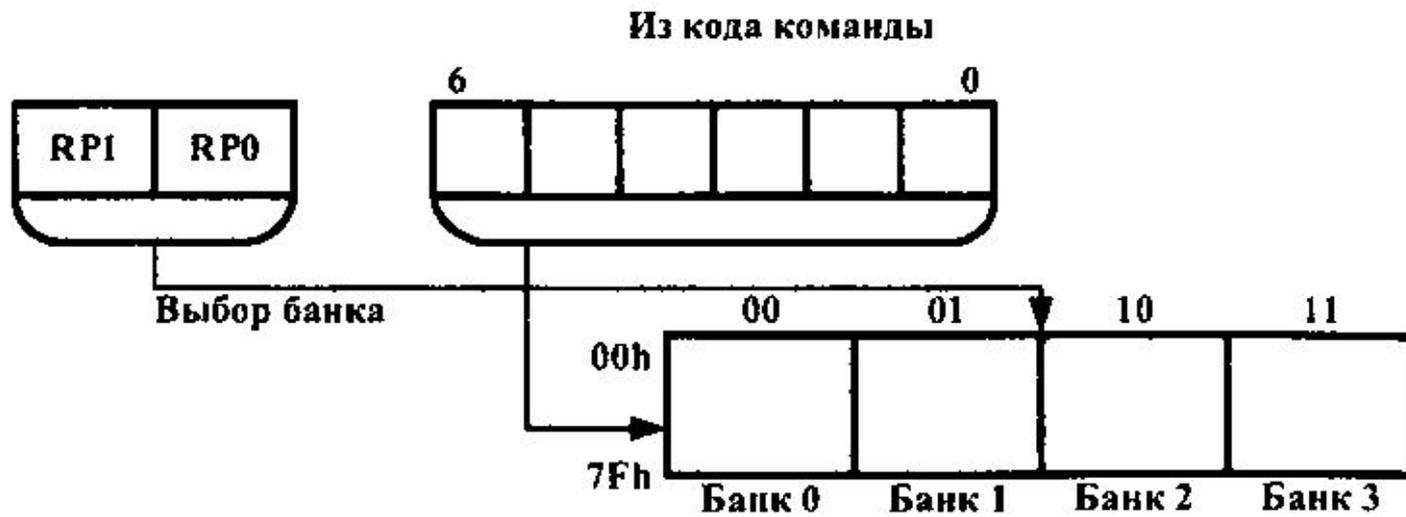

Рис. 10.14. Прямая адресация
- Прямая адресация: при указании банка памяти используются биты PR1, PR2 регистра STATUS (рис. 10.14).